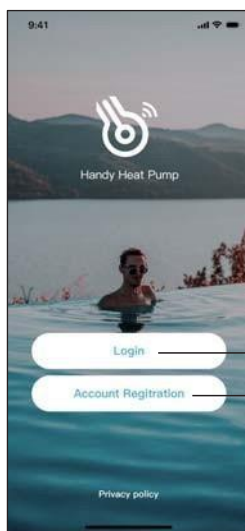
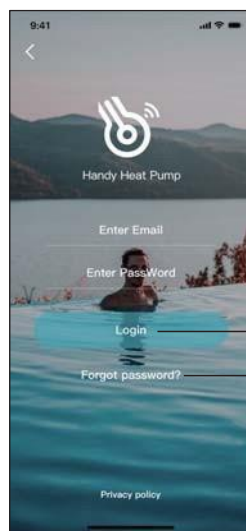
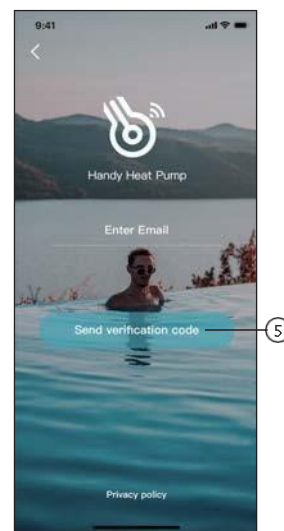

Fig. 1 - Página de início
Fig. 2 - Interface de login
Fig. 3 - Cadastro
- (1) **Registrar uma Conta:** Clique em 'Account Registration' na página de início (Fig. 1) para a interface de registro (Fig. 3) e preencha com seu e-mail. Você receberá um código de verificação em seu e-mail, digite-o no campo e, logo após, crie uma senha de segurança.
- (2) **Login:** Depois de criar uma conta, faça o login no App, clique em login (Fig.2) e siga as instruções na página Entre com seu e-mail e senha e vá para a lista de dispositivos.
- (3) **Esqueceu a senha:** Quando você esquecer a senha, clique (Fig.2) e vá para a interface "esqueci a senha" (Fig.3).